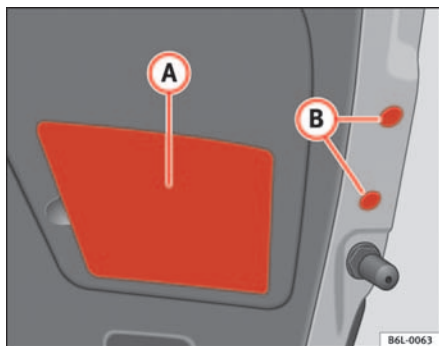

Abb. 155 Rücklicht an der Heckklappe
- Die Stopfen **(B)** und die Kunststoffabdeckung **(A)** ⇒ Abb. 155 anbringen. ▶